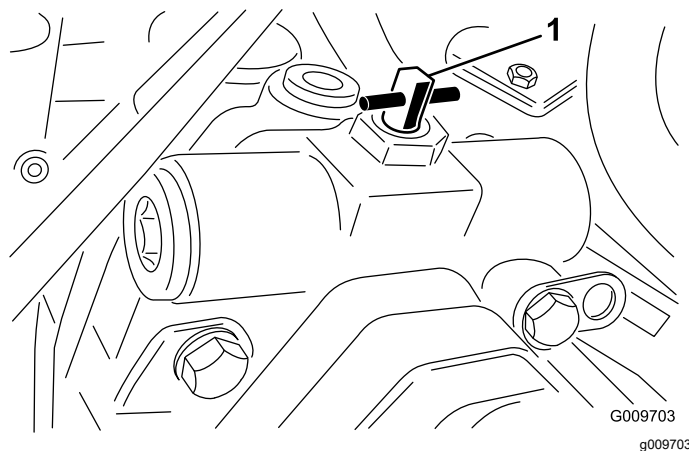

図 40
2. バイパスバルブのレバー(図 40)を右または左に 90°回転4分の1回転させると内部でバイパスが形成される。これにより、トランスミッションを破損することなく機械を押して移動できるようになる。バルブを開けたとき、どちらの方向に回したかを覚えておくこと。